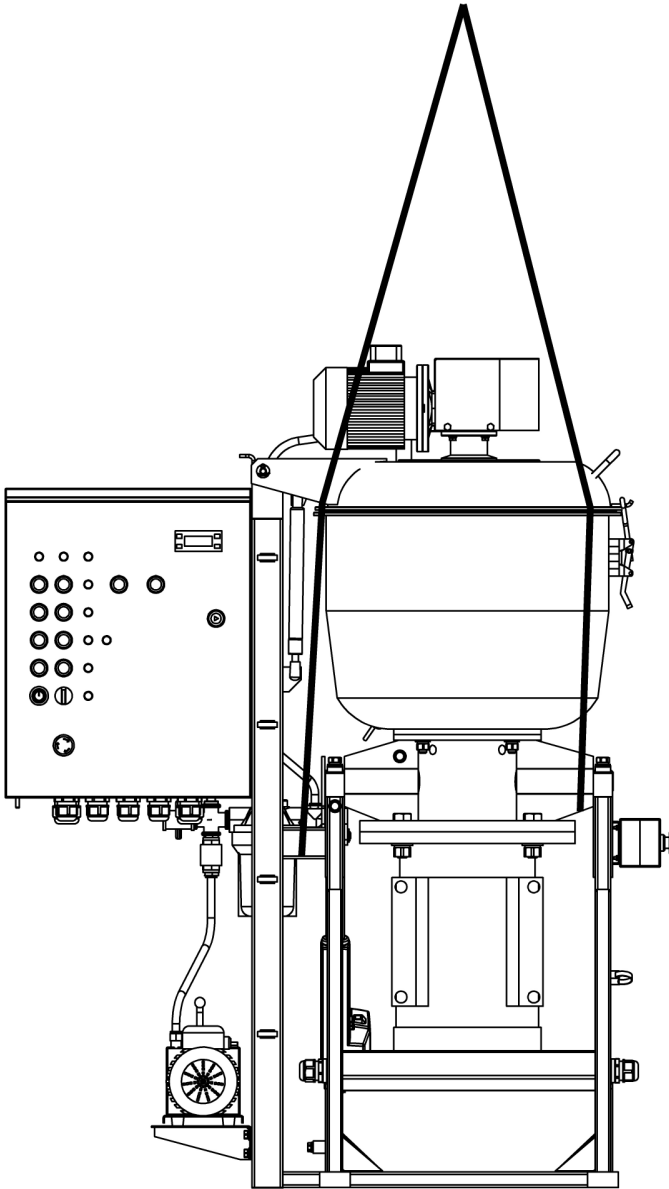

Рисунок 10. Схема строповки
11.4 При погрузке и транспортировании куттера необходимо соблюдать и выполнять требования манипуляционных знаков на таре и схеме строповки, рисунок 10.